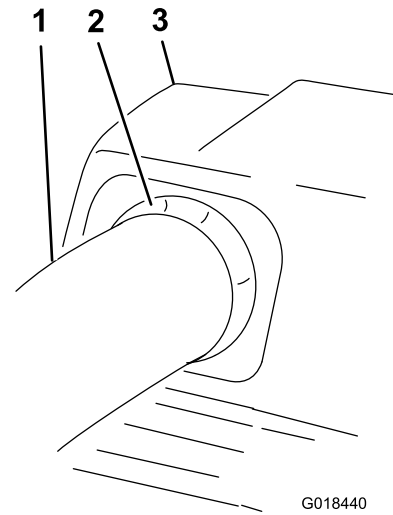

Bild 29
- 11. Ziehen Sie das obere Rohr etwas heraus, sodass sich die Dichtung nach außen über das untere Rohr wölbt (Bild 29).
20. Ziehen Sie das obere Rohr etwas heraus, sodass sich die Dichtung nach außen über das Gebläse wölbt (Bild 29).